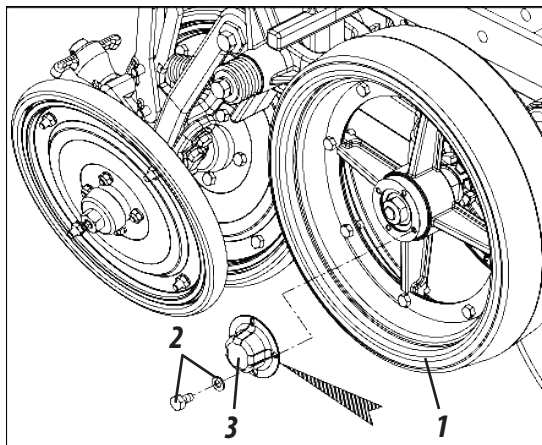

Figura 62
LUBRICAR CADA 200 HORAS DE TRABAJO (FIGURA 62)
- 1- En las ruedas compactadoras (1) suelte los tornillos y arandelas (2), retire la taza (3) e introduzca grasa nueva.
- 2- Recoloque la taza (3) en las ruedas compactadoras (1) y fíjela con los tornillos y arandelas (2), **conforme muestra la figura 62.**